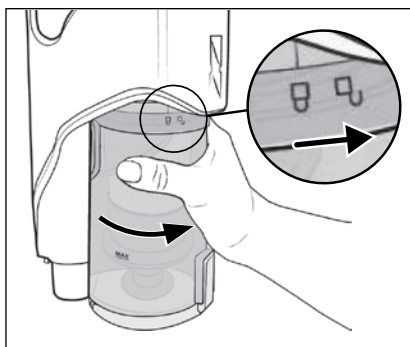

Fig. 28
- 8) Reinserire il contenitore di raccolta dello sporco **7** nell'apparecchio e ruotarlo in direzione del simbolo  (chiudere) fino a quando non si innesta saldamente nell'apparecchio (vedere fig. 28).